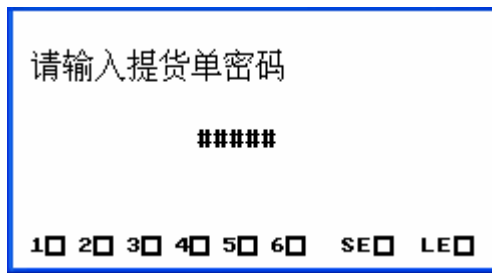

图 1：提单密码输入画面
(3) 如果密码正确，该提单存在且有效，画面显示确认发油设定量画面(图 11 所示)，画面左上角显示电脑图形表示装车仪处于联机控制状态，区别于设定发油量画面(图 1 所示)。其他图形标志和独立控制模式下各标志意义相同，这里不再阐述。